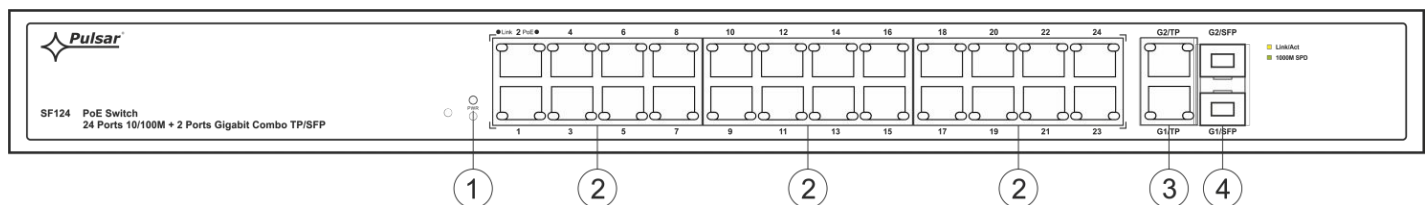

Fig. 2. Parte frontale dello switch.
N. elemento (Fig. 2)	Descrizione